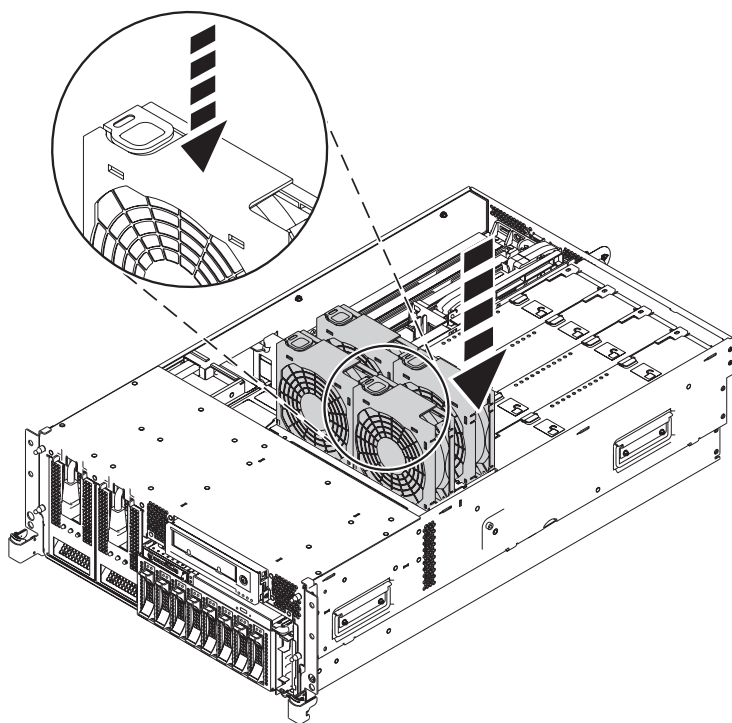

Figura 17. Instalar los ventiladores en el chasis de ventilador
- c. Para instalar los ventiladores, insértelos en las ubicaciones correspondientes en el chasis de ventilador y empuje hacia abajo cada ventilador hasta que quede fijado en su sitio, como se muestra en la Figura 17.